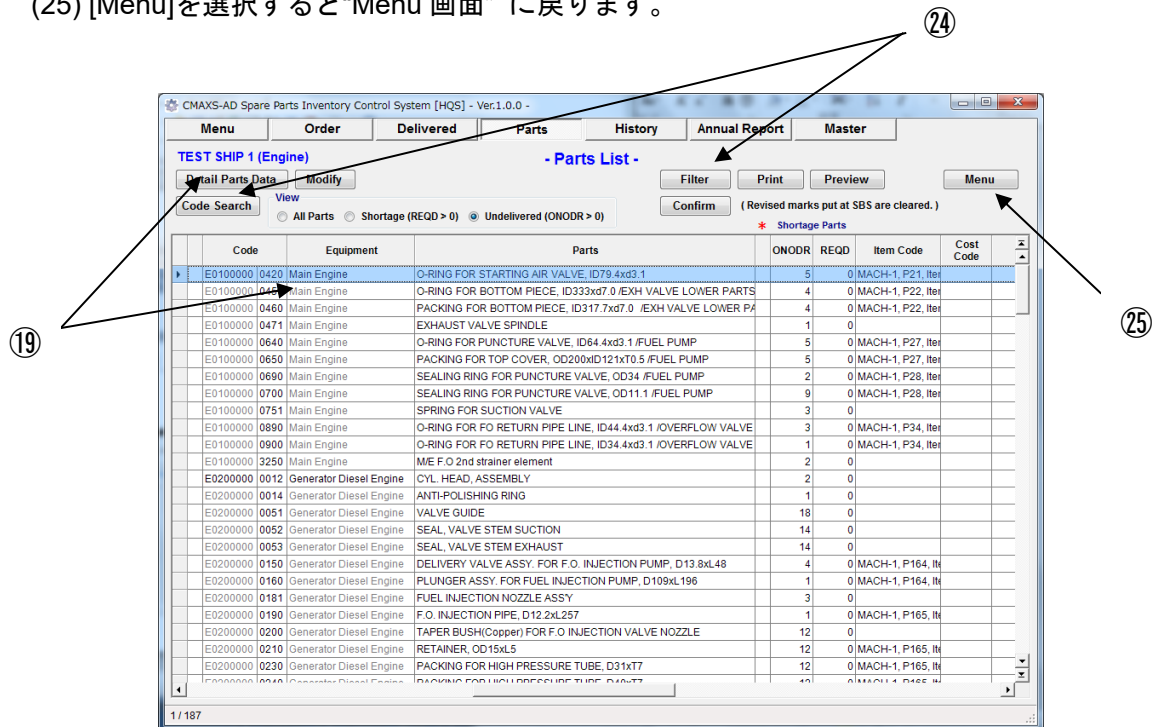

図 12-6 Parts List (Delivered Parts) 画面
(18) “Parts (delivered Parts) 画面”(図 12-6) が表示され、画面中に未受領の全部品が表示されます。